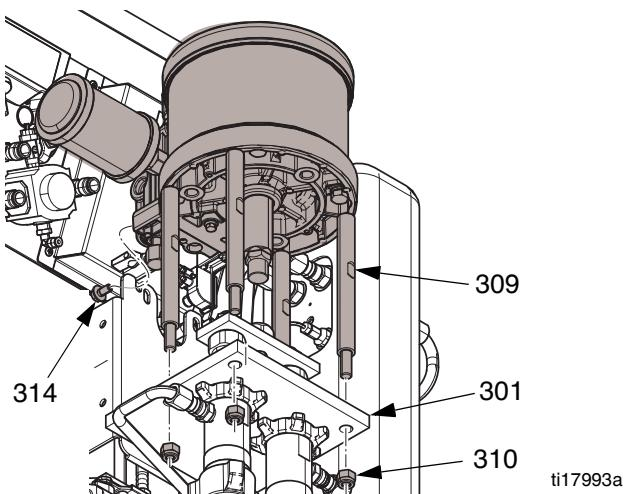

Рис. 2
- Установите стяжные стержни на плиту (301). Винты (314) должны подходить к отверстиям кронштейна (311). Установите винты (314). См. Рис. 2.
- Затяните гайку (313) с моментом 32–38 футофунтов (43–51 Н•м).
- Равномерно и понемногу затяните четыре гайки стержня (310) с моментом 27–32 футофунта (37–43 Н•м). См. Рис. 2.